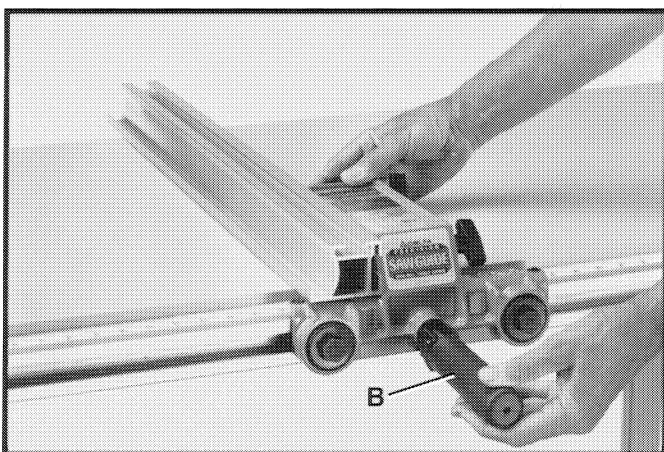

Fig. 72
4. Para mover la guía a lo largo del riel de guía, sencillamente levante la palanca de abrazadera (B), como se ilustra en la Fig. 72, deslice la guía a la posición deseada en el riel, y empuje la palanca de abrazadera (B) hacia abajo para bloquear la guía en su sitio.